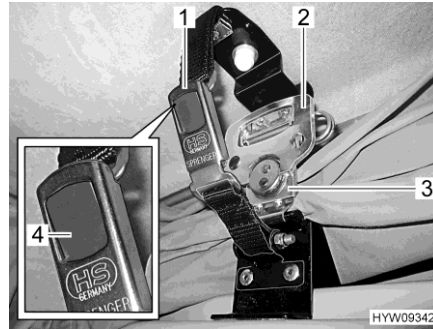

Fig. 41 Bloccaggio (tetto con posto letto)
- Tirare verso il basso sui due lati la serratura rapida (Fig. 41,3) e agganciarla nella piastrina di sostegno.
- Aprire la maniglia (Fig. 41,2) tramite la serratura rapida e ruotarla di mezzo giro in senso orario.
- Fissare entrambe le parti della serratura a scatto (Fig. 41,1). Il bottone a pressione grigio (Fig. 41,4) scatta in posizione.